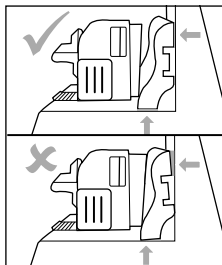

Fig. 9
- ◆ Sujete el producto firmemente con una mano por uno de los brazos móviles **1**. Sujete adicionalmente los rodapiés que, tras la fijación, no mantengan un ángulo de 90° (consulte la fig. 9).